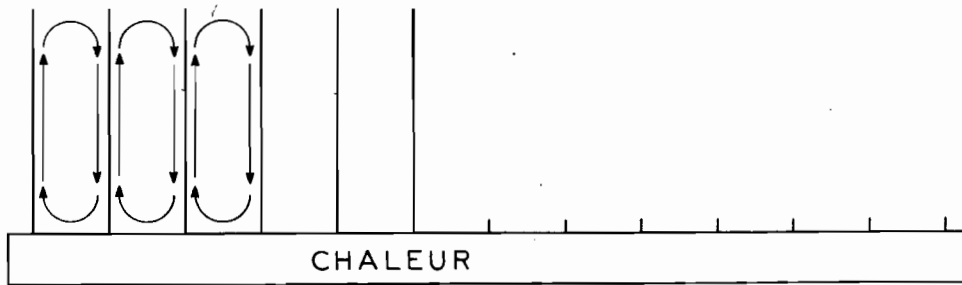

Fig. 6
**Par conduction :** Le récepteur et l'émetteur sont en contact thermique direct ; c'est le cas de la jonction avec le boîtier, du boîtier et du radiateur (et du doigt qui touche le fer à souder). Le mica (ou plastique isolant) que certains utilisent sans répit, ayant une résistance thermique élevée, il est préférable d'isoler le radiateur (ou chaque radiateur) du châssis. **Par convection :** Le contact thermique s'effectue par l'intermédiaire d'une faible quantité d'air en mouvement. On voit sur la figure 6 que si les ailettes du radiateur (par exemple) sont insuffisamment rapprochées et de grande surface, l'air qui s'y trouve s'échauffe facilement et tend à s'élever le long des ailettes ; il se